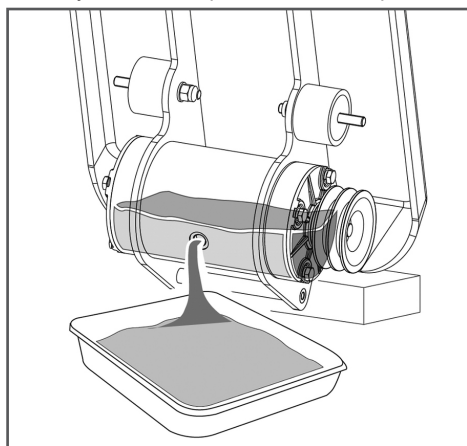

**Рис. 28 Снятие рамы с двигателем**
В вибратор заливается моторное масло SAE30. Полный объем масла в вибраторе составляет 130 мл. Для поддержания вибратора в рабочем состоянии необходимо менять масло в вибраторе строго в соответствии с графиком ТО. Первая замена масла в вибраторе должна быть через первые 50 часов работы виброплиты, последующие замены масла в вибраторе через каждые 100 часов работы виброплиты. Пробка 1 отверстия для слива/заправки масла в вибратор находится в верхней части вибратора (Рис. 28).
1. Открутите болты крепления и снимите кожух 5 защитный ремней (Рис. 28).
2. Открутите болты крепления трубки подачи воды к рабочей плите и снимите трубку 2 подачи воды и бак 3 для воды (Рис. 28).
3. Ослабьте гайки резиновых амортизаторов, которые соединяют раму 4 с двигателем и рабочую плиту 6 (Рис. 28).
4. Снимите ремни и отделите раму 4 с двигателем от рабочей плиты 6 (Рис. 28).
5. Очистите зону вокруг пробки отверстия для слива масла и открутите пробку 1 отверстия для слива/заправки масла (Рис. 28).